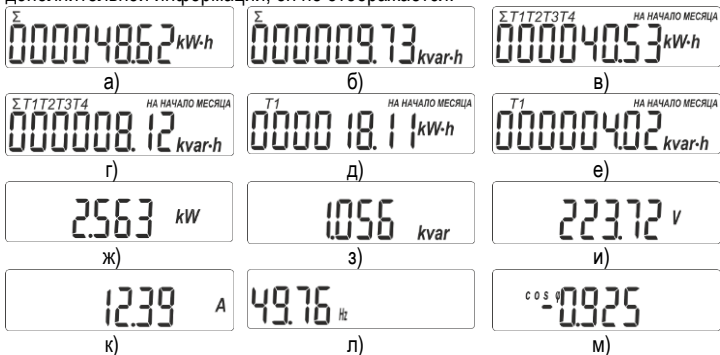

Рисунок 3.3 – Программируемые режимы индикации счетчика
- количество потребленной активной электроэнергии суммарно независимо от тарифного расписания (рисунок 3.3, а);
- количество потребленной реактивной электроэнергии (только для исполнений с индексом «R1» или «R2») суммарно независимо от тарифного расписания (рисунок 3.3, б);
- количество потребленной активной электроэнергии нарастающим итогом суммарно по действующим тарифам на начало месяца (рисунок 3.3, в, на рисунке показана индикация для четырех действующих тарифов);
- количество потребленной реактивной электроэнергии (только для исполнений с индексом «R1» или «R2») нарастающим итогом суммарно по действующим тарифам на начало месяца (рисунок 3.3, г, на рисунке показана индикация для четырех действующих тарифов);
- количество потребленной активной электроэнергии нарастающим итогом раздельно по действующим тарифам на начало месяца (рисунок 3.3, д, на рисунке показана индикация для T1);
- количество потребленной реактивной электроэнергии (только для исполнений с индексом «R1» или «R2») нарастающим итогом раздельно по действующим тарифам на начало месяца (рисунок 3.3, е, на рисунке показана индикация для T1);
- активной мощности (рисунок 3.3, ж);
- реактивной (только для исполнений с индексом «R1» или «R2») мощности (рисунок 3.3, з);
- действующего значения фазного напряжения (рисунок 3.3, и);
- действующего значения фазного тока (рисунок 3.3, к);
- частоты сети (рисунок 3.3, л);
- коэффициента активной мощности ($\cos \varphi$) (рисунок 3.3, м).